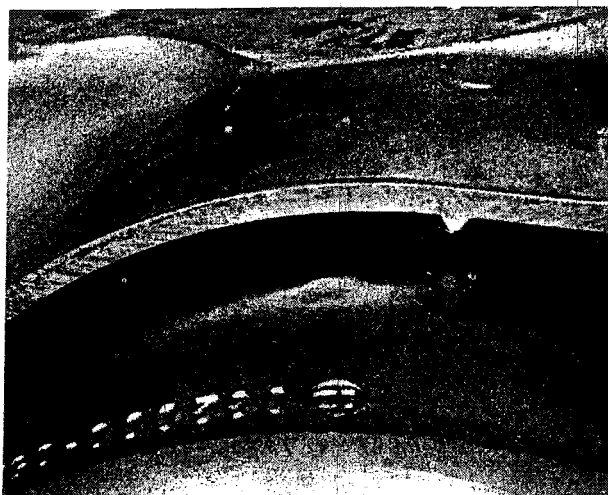

Bild 206
- Zum Prüfen der Zündzeitpunktverstellung die Motordrehzahl langsam steigern, bis die beiden Markierungsstriche für Frühzündung der Gehäusemarke gegenüber liegen (Bild 206) und die Motordrehzahl vom Drehzahlmesser ablesen. Falls sich der Zünd-